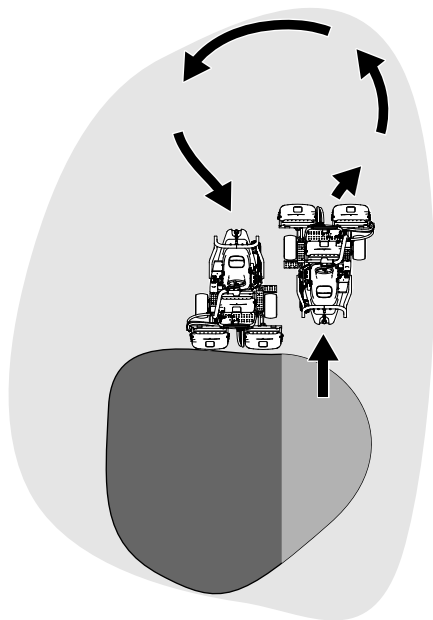

Figura 38
6. Para ganar tiempo y facilitar la alineación correcta para la pasada siguiente, gire la máquina momentáneamente en la dirección opuesta, y luego gire hacia la parte que todavía no está cortada. Este movimiento es un giro en forma de lágrima (Figura 38), que permite alinear la máquina rápidamente para la pasada siguiente.